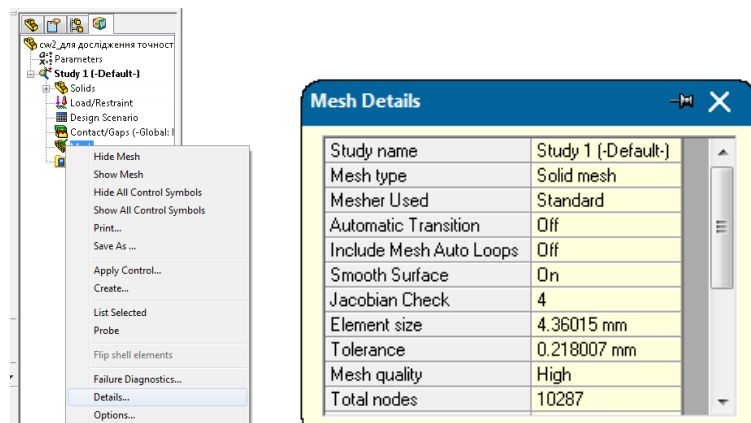

Рис. 3.1.4. Деталі створеної сітки
5. Клацніть правою клавішою на гілці **Mesh**(Сетка) і в контекстному меню виберіть пункт **Details** (Детали). Знайдіть у з'явившійся таблиці глобальний розмір кінцевого елемента. Випишіть це значення. Для випадку на рис. 3.1.4 – це 4.36 мм.